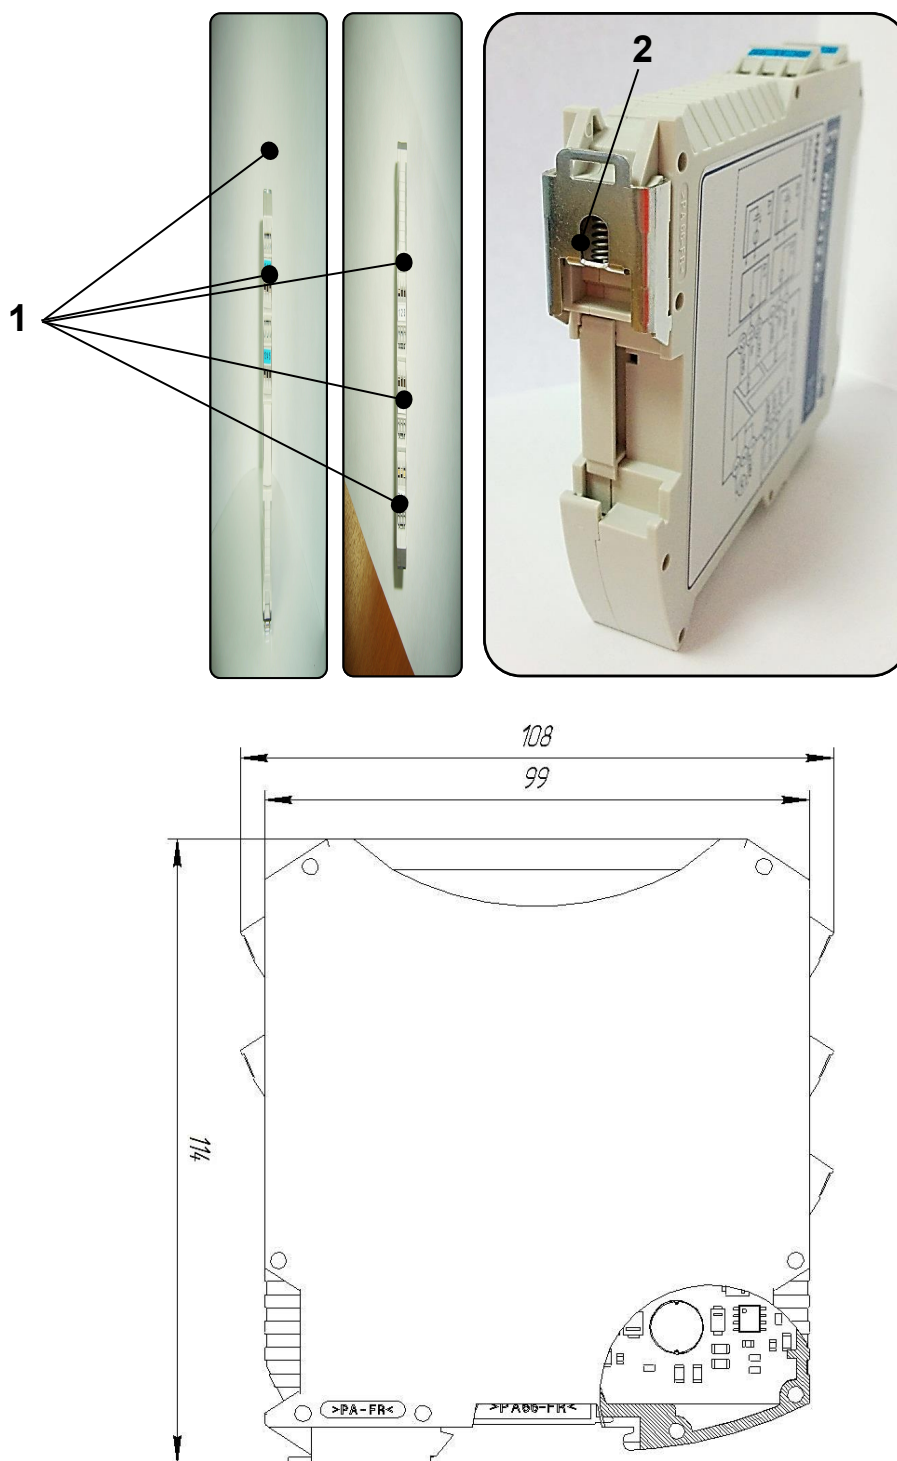

Рис. 3 – Внешний вид изделия и габаритные размеры изделия
Внешний вид и габаритные размеры изделия приведена на Рис. 3.
После установки на изделия клеммных колодок (2) со всеми необходимыми кабельными соединениями подается напряжение питания постоянного тока 24 В от внешнего источника питания к клеммам 1, 2, 3 изделия (Рис. 3).